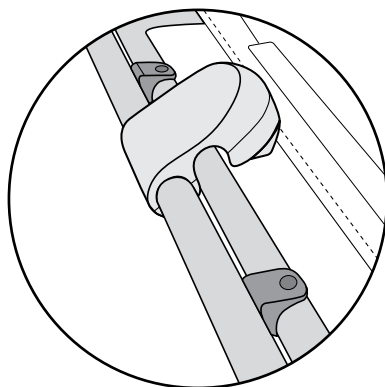

Abbildung 5
4. Den vorderen Rahmen so auf den mittleren Rahmen ausrichten, dass das vordere Rahmenrohr in den schwarzen Kunststoffsätteln sitzt (Abbildung 5).